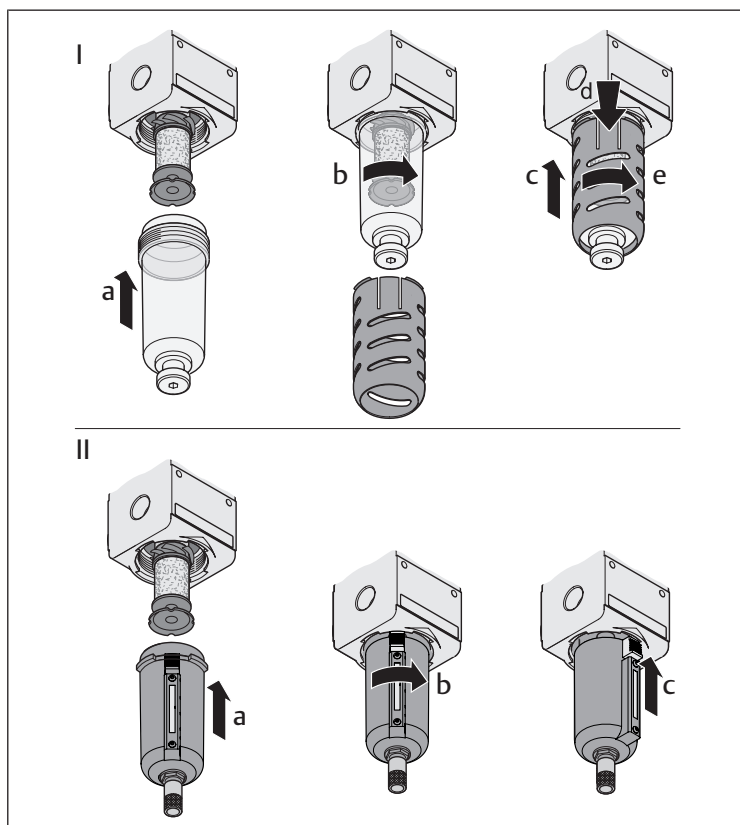
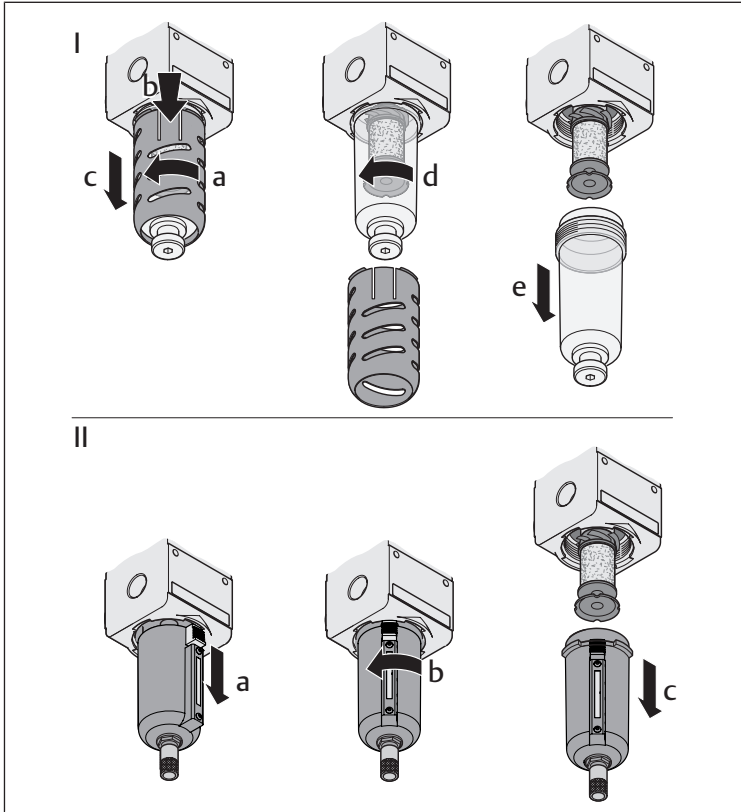

Fig. 2: Montaje del recipiente y la cesta de protección
Fig. 6: Desmontaje del recipiente y de la cesta de protección
▶ Afloje la cesta de protección en caso de que esté montada, (→ Fig. 6 I a, b) y extraígalas tirando hacia abajo (→ Fig. 6 I c).	–
▶ Desenrosque el recipiente (→ Fig. 6 d) de la carcasa.	Tire del desbloqueo (→ Fig. 6 II a) hacia abajo, gire el recipiente (→ Fig. 6 II b) primero hacia la izquierda y luego extraígalas hacia abajo (→ Fig. 6 II c).
▶ Vuelva a montar el recipiente nuevo con sensor y la cesta de protección (si está disponible) en orden inverso conforme se explica en → Fig. 6 I (véase también → Fig. 2 I).	Vuelva a montar el recipiente nuevo con sensor en orden inverso conforme se explica en → Fig. 6 II (véase también → Fig. 2).